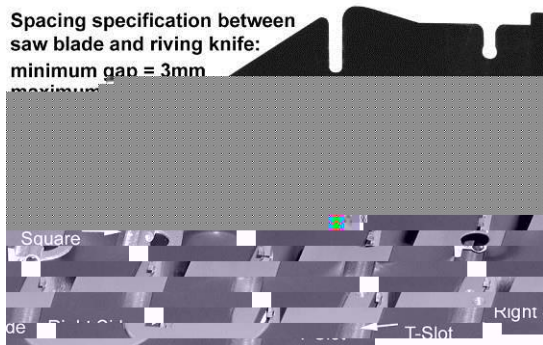

Рис. 23
Зазор между пильным диском и расклинивающим ножом должен быть в пределах от 3 до 8 мм (рис. 23).
5. Установите расклинивающий нож; затяните стопорную ручку (А) и проверьте, чтобы зазор пильный диск/нож находился в пределах между 3-8мм (рис. 23).